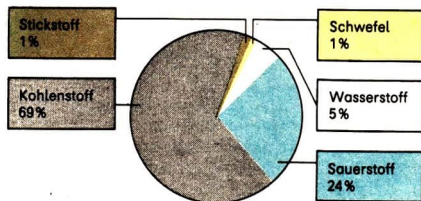

Abb. 89 Durchschnittliche Massenanteile verschiedener Elemente in der Braunkohle
- ① Kann durch Düngung mit Kalkhydrat saurer Boden neutralisiert werden?
- ② Beschreibe das Abbinden von Kalkmörtelbrei an der Luft! Entwickle die Reaktionsgleichung!
- ③ Warum sind frisch verputzte Räume feucht?
- ④\* Warum bindet Kalkmörtel im Frühjahr und Herbst am besten ab?
- ⑤ Nenne die chemischen Bezeichnungen für Kalkstein, Branntkalk und Kalkhydrat!
- ⑥\* Warum besitzen Kalkstein und abgebundener Kalkmörtel ähnliche Härte und Festigkeit?
- ⑦ Wie sind Braunkohle und Steinkohle entstanden?
- ⑧ Wie wird Braunkohle abgebaut? Welche Maßnahmen werden zur Kultivierung abgebauter Lagerstätten getroffen?
**Zusammensetzung und Heizwert.** Die verschiedenen Kohlearten haben eine unterschiedliche Zusammensetzung. Hauptbestandteile sind Kohlenstoff und Wasser. Daneben können Elemente wie Wasserstoff, Sauerstoff, Stickstoff und Schwefel vorhanden sein (Abb. 89).